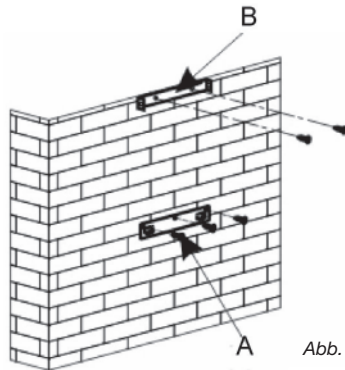

Abb. 1
(Abb. 1)
- Zeichnen Sie auf die Mauer die 3 Bohrlöcher auf, die Sie benötigen und benutzen Sie dafür die mitgelieferten Halter der Dunstabzugshaube und beachten Sie dabei den empfohlenen Abstand (Teil A der Abb. 1).
- Schrauben Sie den Halter für die Befestigung der Dunstabzugshaube fest und garantieren Sie, dass er vollständig im Wasser ist (Teil A der Abb. 1).
- Berechnen Sie die Endhöhe für den U-Halter der Rohrabdeckung (Teil B Abb. 1)
- Bohren Sie die beiden Löcher mit 8 mm und schrauben Sie den Halteflansch der Rohrabdeckung an und achten Sie dabei, dass die Achse zur Dunstabzugshaube korrekt ist (Teil B Abb.1)